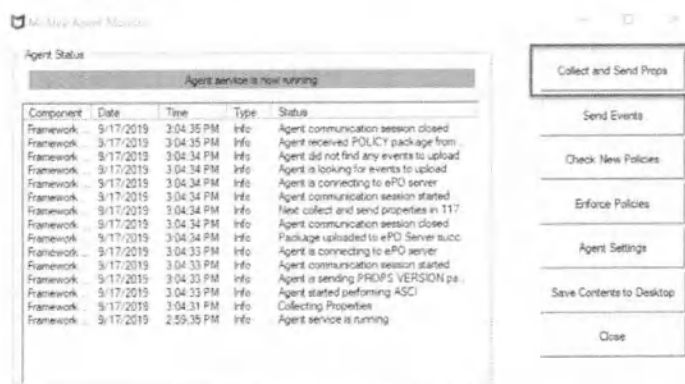

Рисунок 22. Collect and Send Props (Собрать и отправить реквизиты)
6. Нажмите **Collect and Send Props** (Собрать и отправить реквизиты) в диалоговом окне «Мониторинг» агента McAfee (кнопка сверху справа) (Рисунок 22).